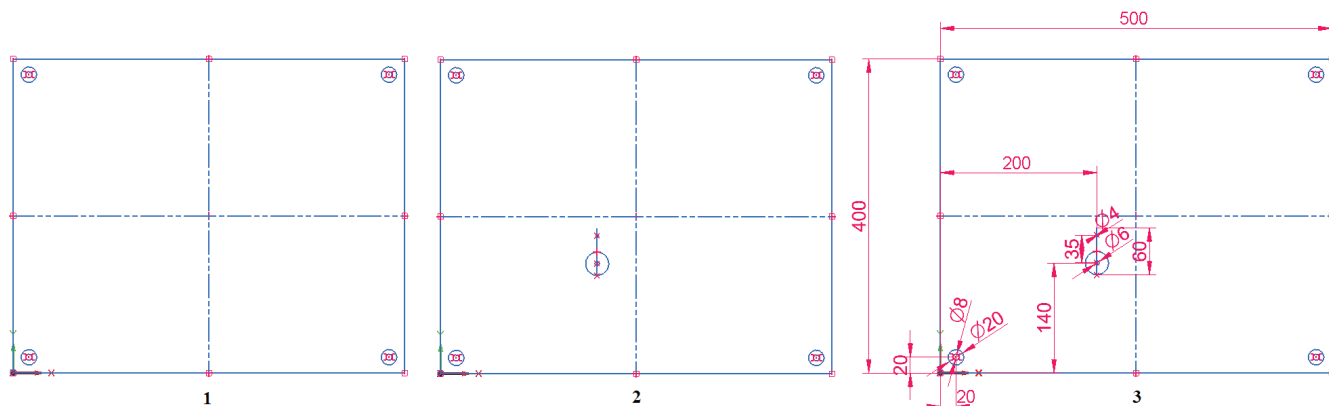

Рис. 2.7.50. Компоновочный эскиз сборки в трех слоях
В рассматриваемом примере (рис. 2.7.50) эскиз состоит из контура плиты основания с крепежными отверстиями (слой **Основание**, 1), размеченных мест установки магнитных опор платы с определенной ориентацией кронштейнов, несущих опорные штифты (слой **Опоры**, 1) и размеров (слой **Размеры**, 3, показаны все слои). Показано одно место под магнитную опору, остальные будут добавлены в качестве экземпляров виртуального компонента (см. ниже).
В структуру сборки можно добавлять не только виртуальные, но и уже существующие компоненты. Это выполняется с помощью левой панели окна редактора структуры виртуальных компонентов (рис. 2.7.50, E), где в структуре проводника выбираются уже существующие на компьютере документы, содержащие необходимые детали и подсборки. Образец выбранного компонента отображается в поле (F). Существующие документы помещаются в структуру виртуальной сборки двумя способами: как предопределенный компонент или как реальный компонент.